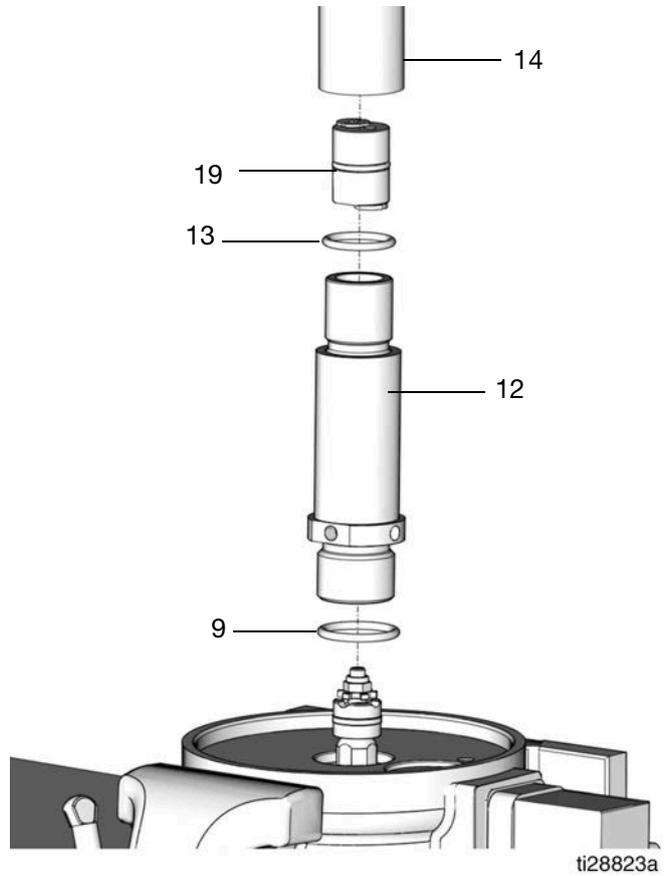

FIG. 17
14. Rimuovere l'O-ring (13) dal tubo di uscita (14). Rimuovere l'O-ring (9) dal cilindro della pompa (12). Smaltire gli O-ring secondo le norme vigenti per il corretto smaltimento (FIG. 17).